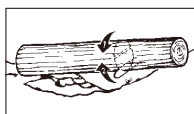

Fig. 13C
3. En stamme som er understøttet i begge ender. Først skal du skære fra oven, ca. 1/3 af stammens diameter, for at undgå opsplitning. Herefter skal du skære fra ned, til den første indskæring, og undgå at saven kommer i klemme (Fig. 13C).